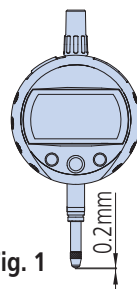

Fig. 1
4. เมื่อตั้งค่าจุดศูนย์ ตั้งแกนเลื่อนอย่างน้อย 0.2 mm จากจุดพัก (Fig. 1)